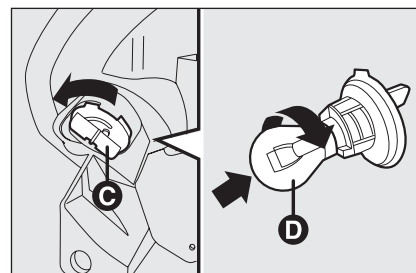

рис. 19/b
- Удалите крышку/патрон лампы **C-рис. 19/b**, повернув ее против часовой стрелки;
- Закройте крышку **B-рис. 19/a** и поверните фиксатор **A**.